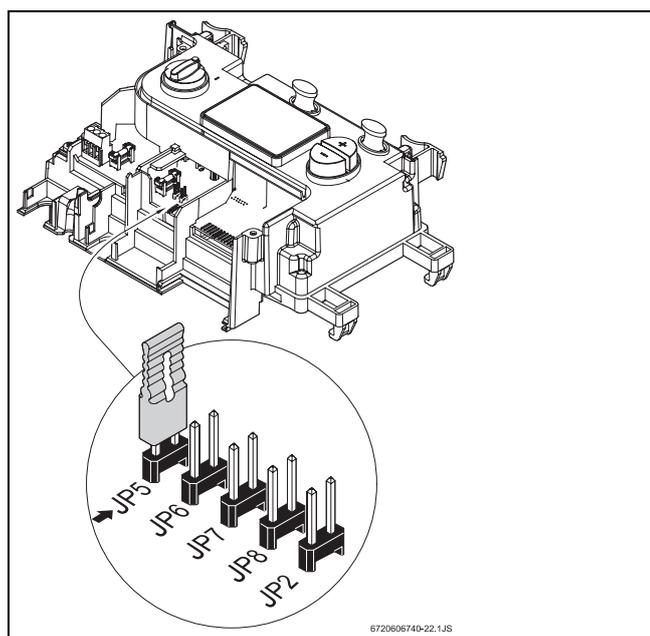

Fig. 24
- **Solo per WTC 17** - il ponticello JP5 è già inserito (vedere Fig. 24) per tutti i tipi di gas. Per il WTC 17 la trasformazione del gas è già ultimata, registrarla quindi nella targhetta delle caratteristiche dell'apparecchio.